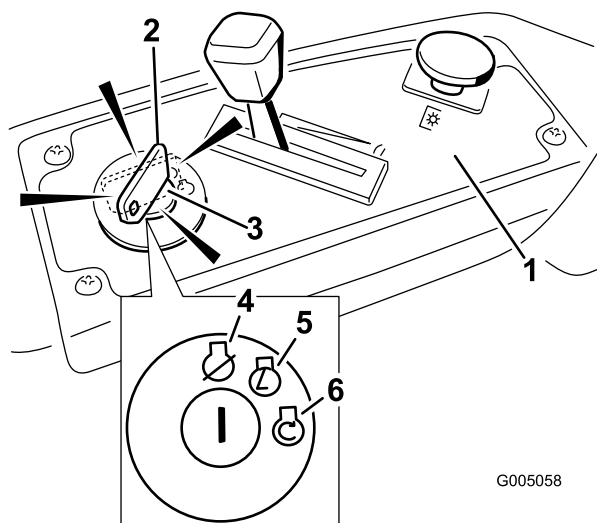

Figura 10
3. Prima di avviare il motore a freddo spostate la leva dell'acceleratore in posizione Starter (Figura 10).
4. Girate la chiave di accensione in posizione Start per attivare il motorino di avviamento; Rilasciatela quando il motore si accende (Figura 10).
- Quando il motore è acceso, muovete la leva dell'acceleratore in posizione Fast (Figura 10). Se il motore stalla o esita, riportate la leva dell'acceleratore in posizione Starter per qualche secondo, portate quindi la leva dell'acceleratore nella posizione desiderata. All'occorrenza, ripetete il procedimento.
- Posizionate la leva dell'acceleratore tra alta e mezza velocità (Figura 10).